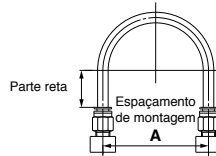

Fig. 1 Configuração recomendada para a tubulação
1. Ao conectar tubos usando conexões instantâneas, deixe um comprimento de tubo a mais, como mostra a Fig. 1, Configuração recomendada, para a tubulação.